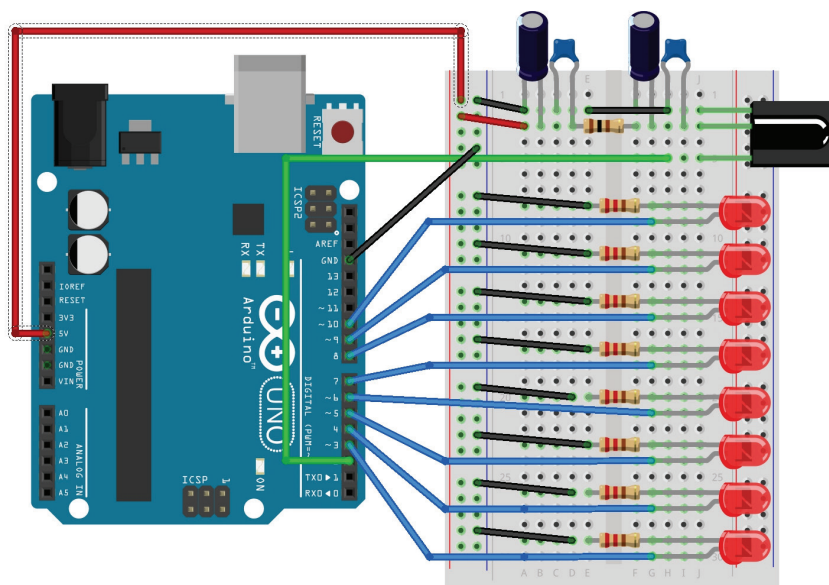

Рис. 25.1. Схема соединений ИК-управления
Можно узнать протокол вашего пульта и написать скетч для получения кодов, отправляемых с пульта. К счастью, уже написана универсальная библиотека для приема и обработки кодов с любого пульта – Irremote. Ее мы и будем использовать при написании скетча. В нашем эксперименте мы будем с ИК-пульта зажигать светодиоды, подключенные к плате Arduino. Схема соединений показана на рис. 25.1. Выход ИК-приемника подсоединен к выводу 1 платы Arduino. Без фильтра питания будет работать нестабильно, с пропуском посылок, поэтому ставим RC-фильтр.
1. Подключаем ИК-приемник и светодиоды к плате Arduino по схеме на рис. 25.1.